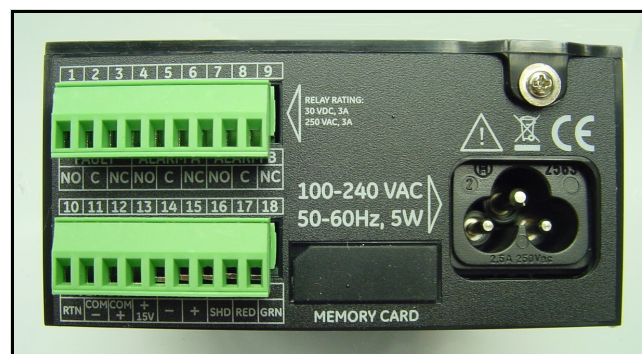

Figure 4: Panneau arrière
2. Retirez la vis qui se trouve en haut du panneau arrière (voir la Figure 4).